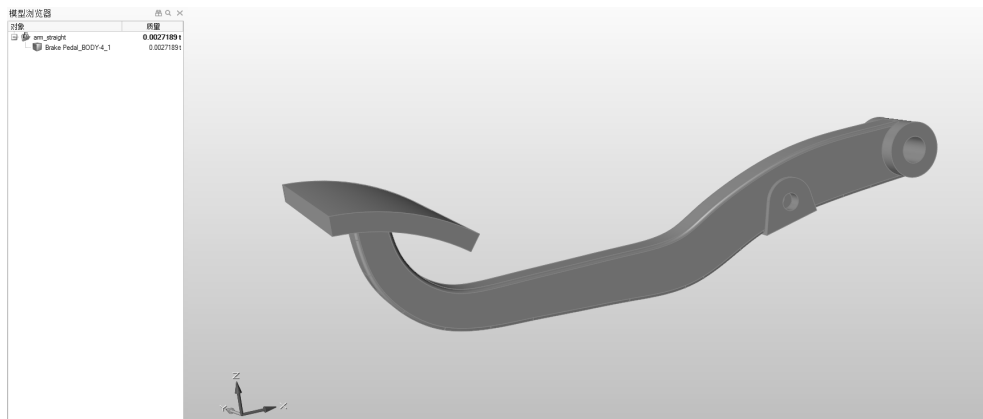

图 6-1
- 4) 选择文件 arm_straight.x_t 并打开，如图 6-1 所示。如果模型不可见，则按〈F2〉键打开模型浏览器。